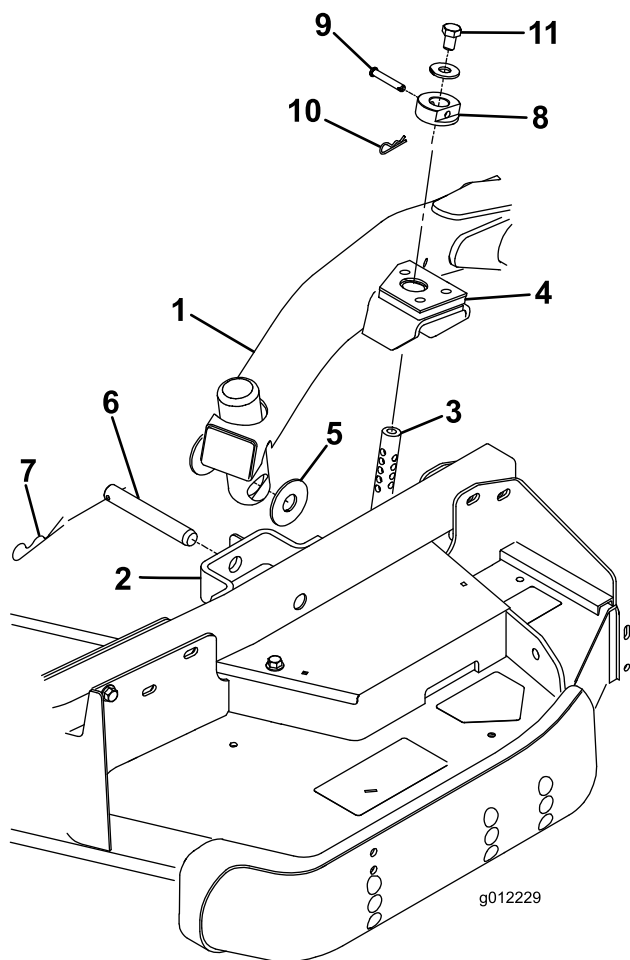

Figura 5
- Desloque a alavanca de elevação para a posição SUSPENSA. Empurre um braço de elevação para baixo até que os furos no braço fiquem alinhados com os furos do suporte do braço da roda giratória e a haste de altura de corte possa ser inserida nas pastilhas do braço de elevação (Figura 5).
- Prenda o braço de elevação no braço da roda giratória com duas anilhas de encosto, um passador de forquilha e um perno de gancho. Posicione as anilhas de encosto entre o braço de elevação e o suporte do braço de elevação (Figura 5). Insira a extremidade do perno de gancho na ranhura da patilha do braço da roda giratória para fixar o perno de gancho.
7. Instale os anéis da altura de corte nas barras da altura de corte e prenda os passadores de forquilha e pernos de gancho (Figura 5). Coloque a cabeça do passador de forquilha na direção da parte da frente da plataforma, se possível.
8. Instale um parafuso ($\frac{1}{2}$ pol. x $\frac{3}{4}$ pol.) e uma anilha na parte superior de cada vareta da altura de corte (Figura 5).